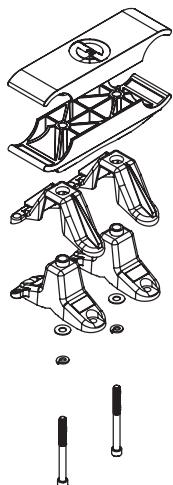

Figure 3
4. Placez la **bride pour tube inférieure** sur le dessus des tubes et, à l'aide d'une **clé hexagonale** de  $\frac{1}{4}$  po (6 mm), fixez **l'ensemble de la bride de montage** avec un **boulon d'ancrage** de 3,5 po (8,9 cm), comme indiqué à la **figure 3**
- Placez la **bride pour tube inférieure** sur le dessus des tubes et fixez-la avec l'**ensemble de la bride de montage** et le **boulon d'ancrage** de 3,5 po (8,9 cm), comme indiqué à la **figure 3**